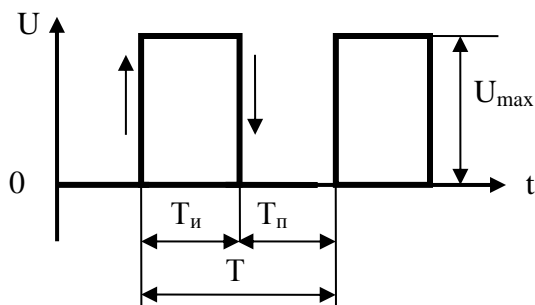

Рисунок 4 - График прямоугольного колебания электрического сигнала
6. Рисунок 4 - График прямоугольного колебания электрического сигнала